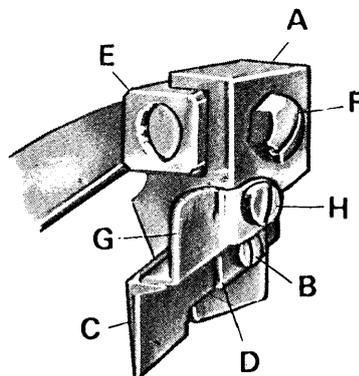

fig. 12
## 9. Montaggio del coltello superiore (fig. 12)
2. Sbloccare la vite F (fig. 12)
3. Spingere verso destra o verso sinistra il supporto A del coltello superiore (fig. 12) per ottenere l'altezza di costa voluta.
4. Bloccare la vite F (fig. 12)